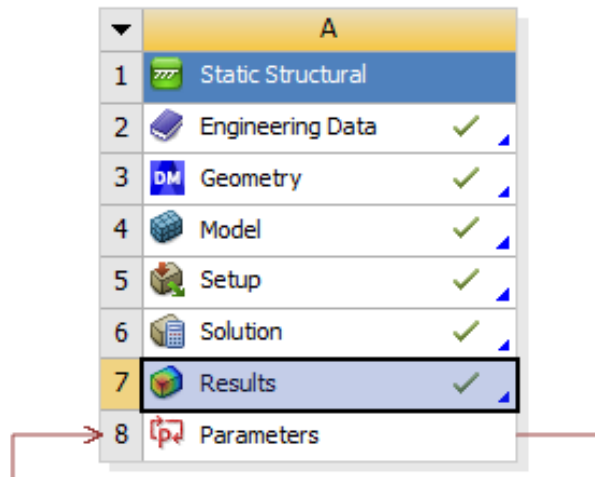

Рисунок 47 – Ячейка Results
28. Закройте окно Parameter Set. Дважды щелкните ячейку Solution, чтобы ее открыть (рисунок 47).